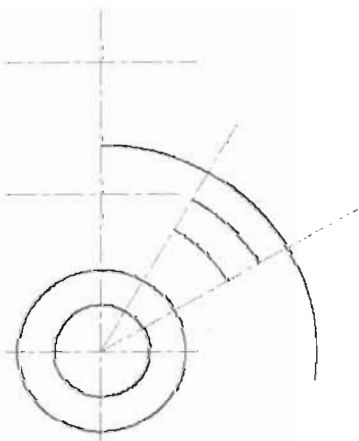

图 4-197
(7) 在命令提示行中输入 Trim 命令, 对图形进行修剪, 修剪结果如图 4-197 所示。